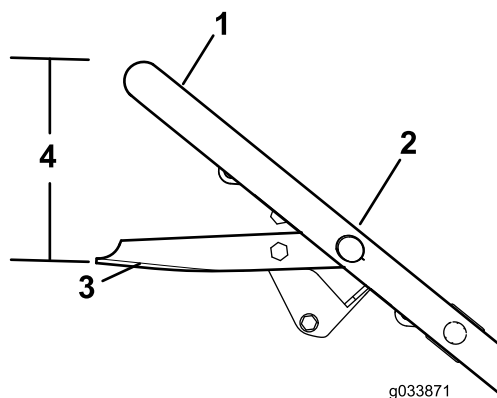

Figura 30
3. Sostenga la barra de control de las cuchillas a 19 cm (75/8" ) desde la parte superior del manillar como se muestra en Figura 30.